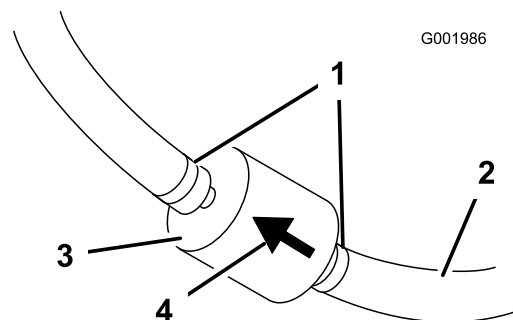

Bild 31
5. Drücken Sie die Enden der Schlauchklemmen zusammen und schieben Sie sie vom Filter weg (Bild 31).